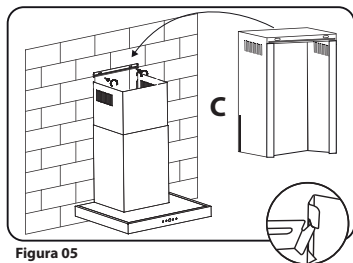

Figura 05
(Figura 05)
Para usar a coifa no modo exaustor, necessita a instalação do duto flexível na base da coifa, por onde passará o vapor (A). Depois abra uma saída do duto para fora do ambiente. (B) (Figura 05)